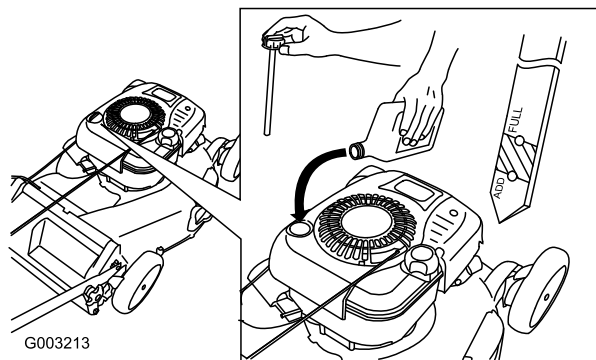

Figure 7
1. Retirez la jauge (Figure 7).
2. Versez de l'huile **lentement** dans le goulot de remplissage pour faire monter le niveau de liquide jusqu'au repère du plein (Full) sur la jauge (Figure 7). **Ne remplissez pas excessivement.** (Remplissage max. : 0,77 l, type : huile détergente SAE 30W de classe de service API SF, SG, SH, SJ, SL ou supérieure.)